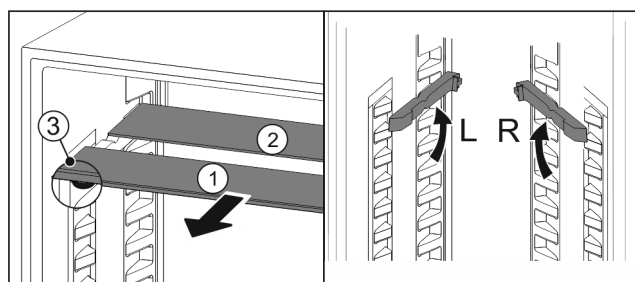

Fig. 48
- Dra ut Fig. 48 (1) glashyllorna framåt en i taget.
- ▷ Glashyllan Fig. 48 (1) med dekorlisten ligger längst fram.
- ▷ Stoppklackarna Fig. 48 (3) är vända nedåt.